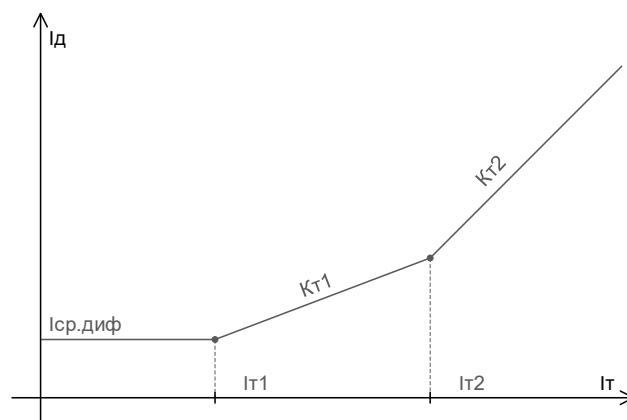

Рисунок 2.2 – Характеристика срабатывания дифференциальной защиты
2.2.3.2 Ступень дифференциальной защиты с торможением предназначена для защиты от повреждений, сопровождающихся малыми дифференциальными токами, и имеет характеристику срабатывания, состоящую из трех участков (рис.2.2).